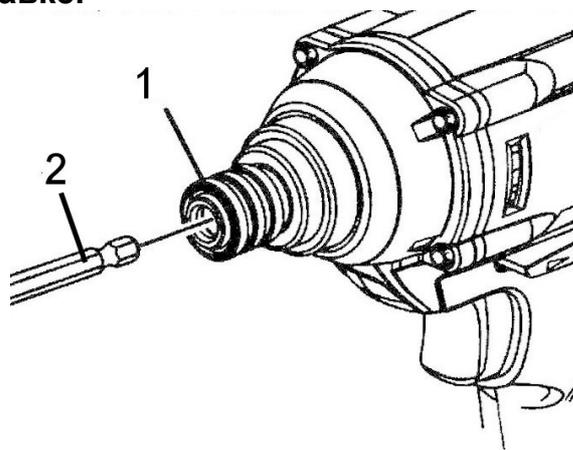

Рисунок 6. Установка биты
- оттяните блокировочную гильзу вперед и удерживайте ее в этом положении, одновременно выньте шпиндель и установите биту в державку, после чего отведите блокировочную гильзу назад (рисунок 6).